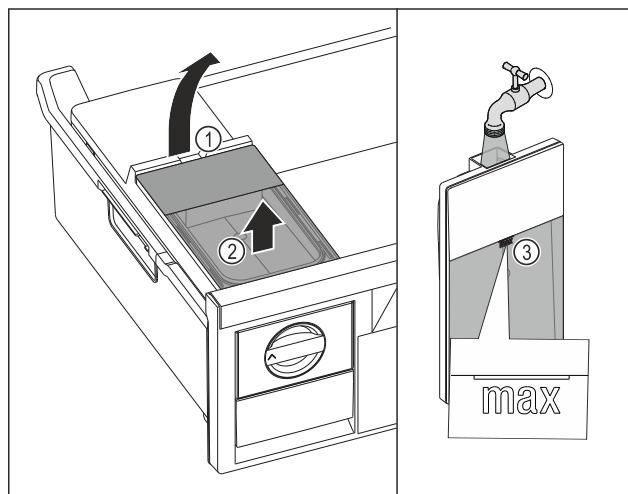

Fig. 141
- ▶ Soulever le réservoir d'eau par l'encoche Fig. 141 (1).
- ▶ Retirer le réservoir d'eau par le haut. Fig. 141 (2)
- ▶ Remplir le réservoir d'eau potable jusqu'au repère Fig. 141 (3).